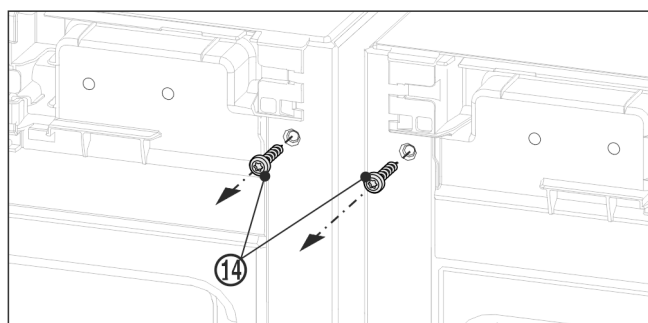

Fig. 12
- ▶ Przed zamontowaniem górnego kątownika wykręcić obie śruby uziemiające Fig. 12 (14).